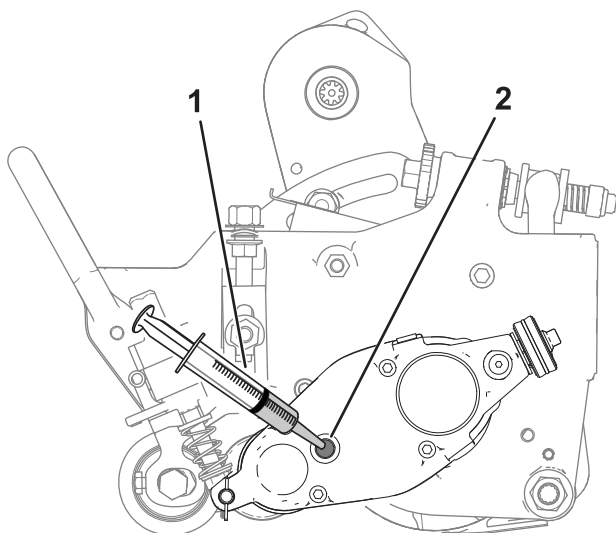

Figura 24
6. Abane lentamente a unidade de corte para a frente e para trás para assegurar que o óleo foi completamente drenado da caixa. Quando o óleo estiver completamente drenado, coloque a unidade de corte numa superfície nivelada como se mostra na Figura 24.
8. Utilize uma seringa (Peça n.º 137-0872) para encher a caixa de transmissão com 50 cc de óleo 80-90W (Figura 24).